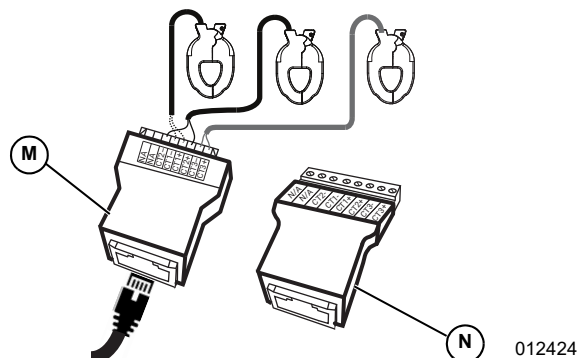

Figura 5-16. Adaptador de CT
1. Consulte la Figura 5-16. Conecte los conductores de CT a los adaptadores de CT con terminales a presión (M) o terminales de tornillo (N) de acuerdo con la etiqueta del adaptador de desconexión.